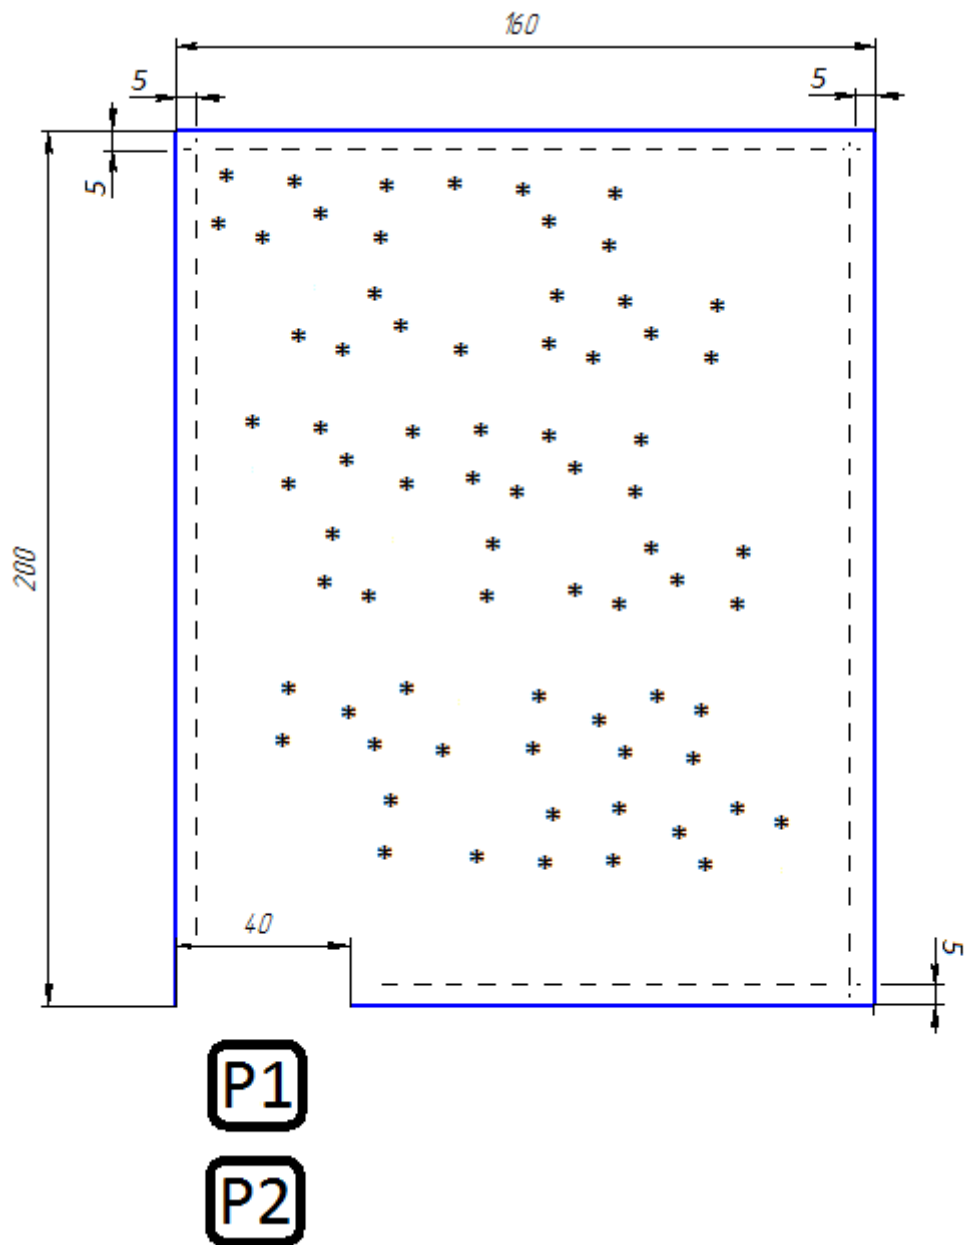

Рис. 3 Начальное положение роботов
10.2.1. Во время соревнований 2 робота устанавливается в проеме «вход» см. рис.3..